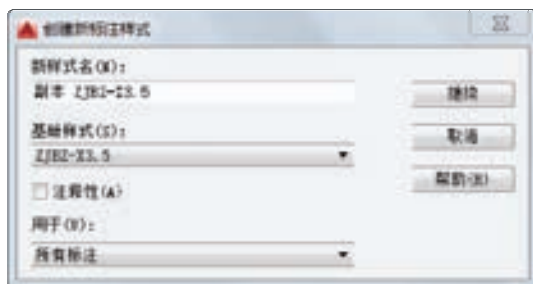

图 5-79 “创建新标注样式”对话框
2) 在“标注样式管理器”对话框中单击“新建”按钮，打开图 5-79 所示的“创建新标注样式”对话框。